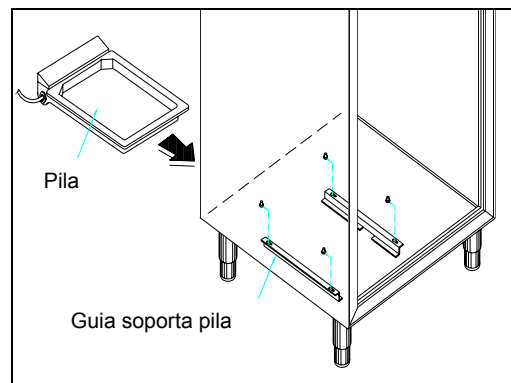

Fig. 3 (vea alegado 4 .1)
- Meta en sus guías, ubicadas en la parte inferior del frigo, la tina descargada de condensa y por las máquinas que montan la tina automática colegue el conector. (Fig. 3)